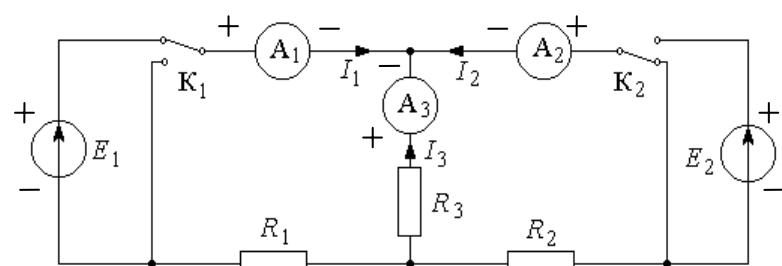

Рис. 1.1
В работе используется электрическая цепь, схема которой показана на рис. 1.1.
5. В чем сущность принципа наложения и как его проверить на примере цепи рис. 1.1?
2. Экспериментальная проверка принципа наложения и законов Кирхгофа. Собрать схему рис. 1.1 и проделать следующие опыты.